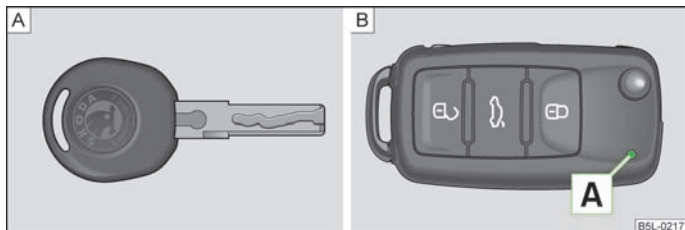
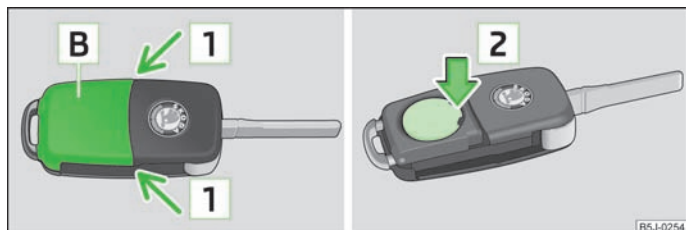

Fig. 8 Llaves sin telemando/llaves con mando a distancia
Fig. 9 Llave de radiotelemando - retirar la tapa/retirar la batería
Con el vehículo se suministran dos llaves. Según el equipamiento, su vehículo puede estar provisto de llaves sin mando a distancia » fig. 8 - [A] o de llaves con mando a distancia » fig. 8 - [B].
Cada llave principal de radiotelemando contiene una batería que está alojada debajo de la tapa [B] » fig. 9. Si la pila está descargada, el piloto de control rojo [A] no parpadea después de pulsar una tecla de la llave con mando a distancia » fig. 8. Le recomendamos que lleve a cambiar la pila de la llave a un contratante ŠKODA. Si, de lo contrario, desea cambiar la pila descargada Vd. mismo, proceda como sigue.
- Presionar la tapa del compartimento de la pila pulsando con el pulgar o con un destornillador plano en la zona de la flecha [1] » fig. 9.